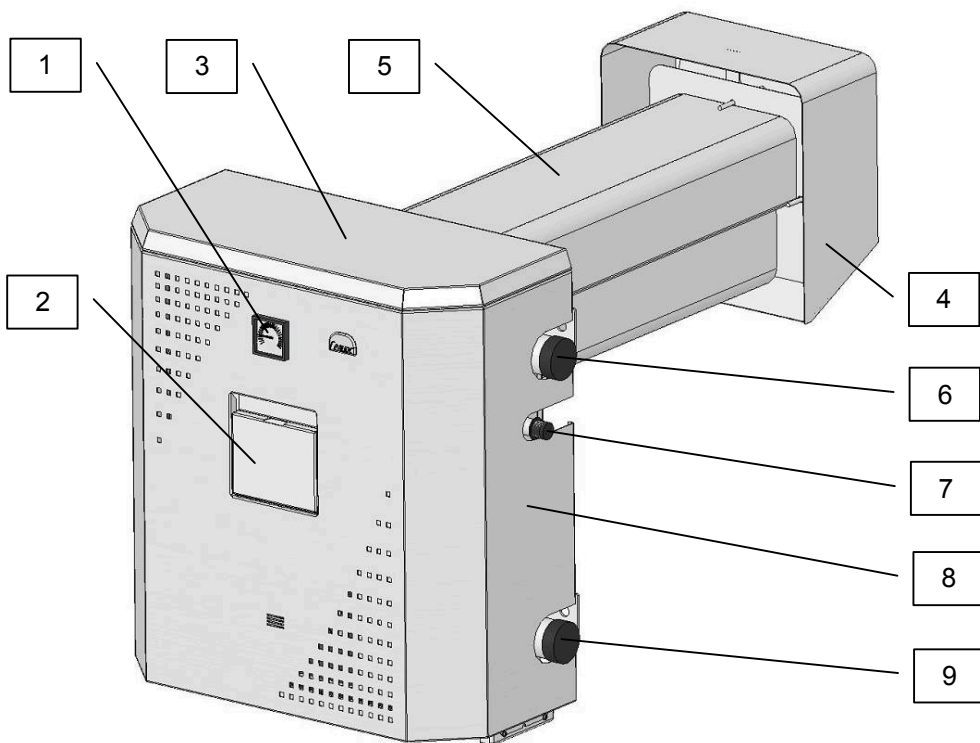

Рис.1 - загальний вигляд апарата
5.2 Загальний вигляд апарата представлений на рис.1 і складається з: